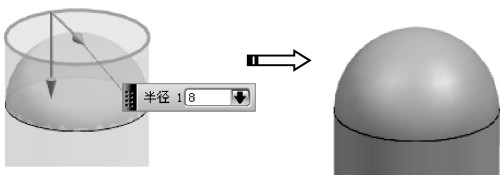

图 4-13 创建倒圆角
- 02 创建倒圆角。**单击【倒圆角】按钮，弹出【倒圆角】对话框，选取要倒圆角的边，输入倒圆角半径值为 8，单击【确定】按钮，结果如图 4-13 所示。